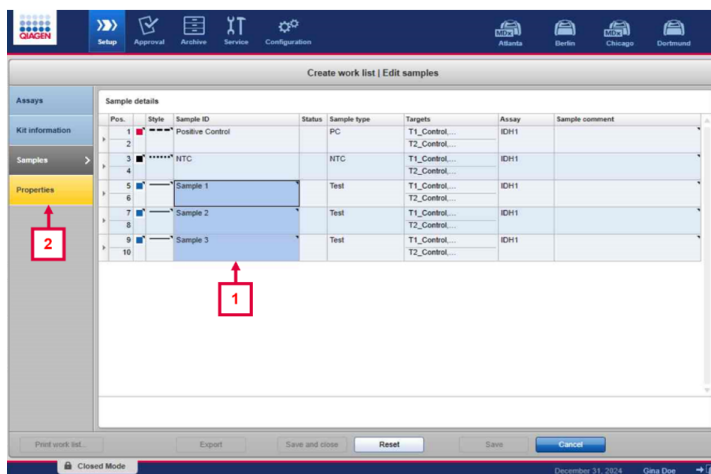

Figura 11. Ventana «Create work list» en la pestaña «Samples». El recuadro 1 indica la columna Samples ID. El recuadro 2 indica la pestaña Properties.
10. Introduzca los nombres de las muestras en la columna «Sample ID» (ID de muestra) (Figura 11, indicado por el recuadro 1). Introduzca cualquier comentario en la columna «Comments» (Comentarios). A continuación, haga clic en la pestaña **Properties** (Propiedades) (Figura 11, indicada por el recuadro 2).